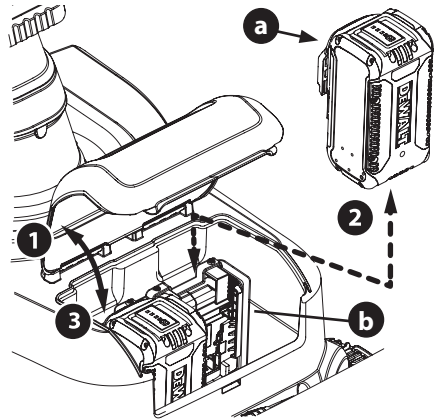

Figure 9
2. Faites glisser une batterie (a) dans le port de la batterie (b) de manière à ce que le voyant de la batterie soit orienté vers le haut par rapport au port de la batterie. (Figure 9).